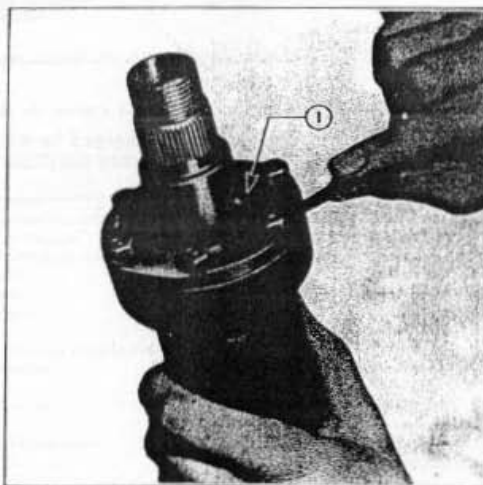

Fig. 11 Réglage du roulement de l'écrou principal de direction
7. Placer les 6 écrous sur les goujons du couvercle et serrer de telle sorte que l'écrou principal puisse tourner librement sans toutefois présenter de jeu latéral. A l'aide de calibres d'épaisseur, mesurer le jeu entre la colonne et son couvercle en s'assurant qu'il est identique en tous les points; choisir des cales d'épaisseur et des joints-papier lui correspondant (fig. 11).